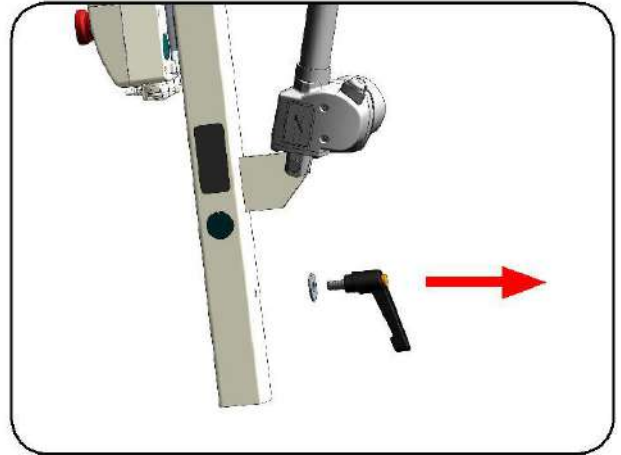

Figura 07
2. Afloje la palanca de sujeción de la barra de soporte vertical y extráigala (Figura 07).